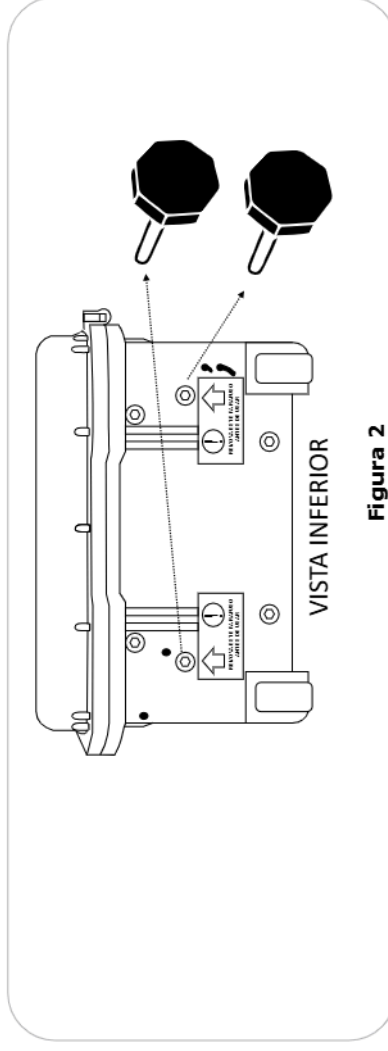

Figura 2
- Retire os dois manipuladores de proteção de transporte localizados na parte inferior da unidade, conforme indicação localizada nesta região (Figura 2). A não retirada resultará em vibração excessiva.